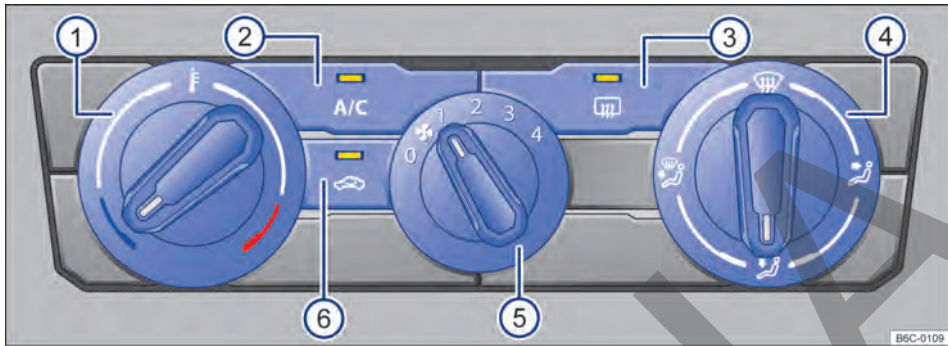
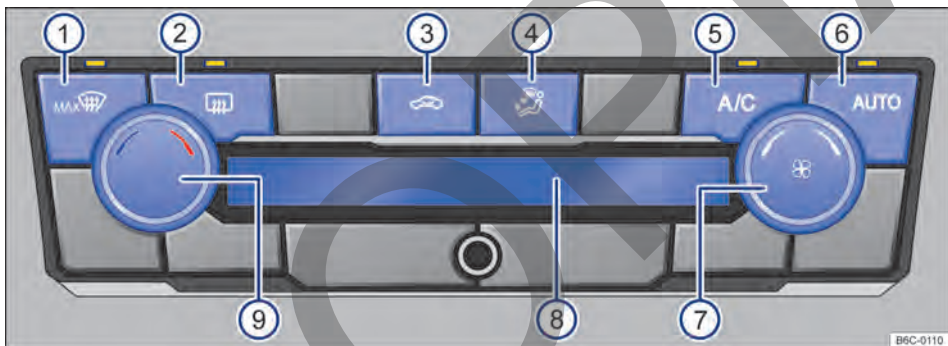

Fig. 79 Comandos del aire acondicionado.
Fig. 80 Comandos del Climatronic.
- Aire acondicionado: girar el regulador del ventilador al nivel 0 → fig. 79 (5).
- Climatronic: girar el regulador del ventilador a la izquierda hasta el tope → fig. 80 (7)
Con la tecla **AUTO** → fig. 80 (6) se puede encender el modo automático del Climatronic.
automático se apaga cuando la ventilación se cambia manualmente o con el cambio de la distribución de aire al presionar la tecla → fig. 80 (4).
- Aire acondicionado: girar el regulador giratorio izquierdo → fig. 79 (1).
- Climatronic: girar el regulador giratorio izquierdo → fig. 80 (9).
En la pantalla del Climatronic → fig. 80 (8) se indica la temperatura ajustada. ▶
- *Aire acondicionado*: girar el regulador del ventilador → fig. 79 (5).
- *Climatronic*: girar el regulador del ventilador → fig. 80 (7).
- Presionar la tecla  → fig. 79 (6) o → fig. 80 (3).
- *Aire acondicionado*: girar el regulador de la derecha → fig. 79 (4) a la posición deseada.
- *Climatronic*: presionar la tecla → fig. 80 (4) a la posición deseada, la distribución seleccionada se indicará en la pantalla (8).
- *Aire acondicionado*: girar el regulador derecho a la posición  → fig. 79 (4).
- *Climatronic*: presionar la tecla  → fig. 80 (1).